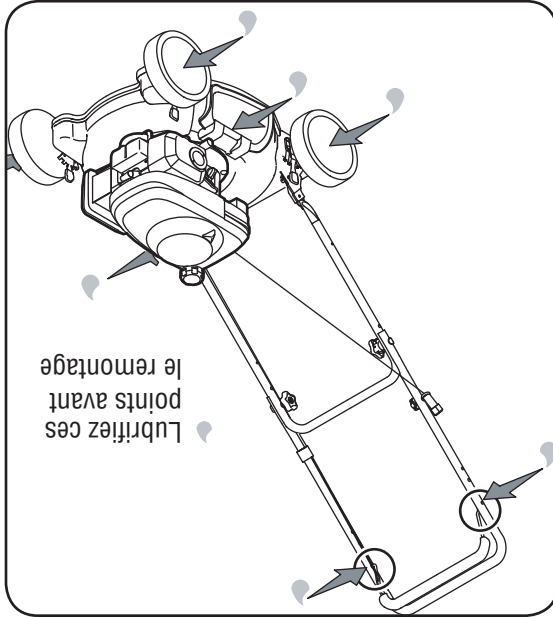

Figure 6-1
1. Lubrifiez les points de pivot de la poignée de commande de la lame au moins une fois par saison avec une huile légère. La commande de la lame doit fonctionner facilement dans les deux sens. Voir la Figure 6-1.
3. Le ressort de torsion et le point de pivotement doivent être lubrifiés régulièrement avec une huile légère pour empêcher la rouille. Voir la Figure 6-1.